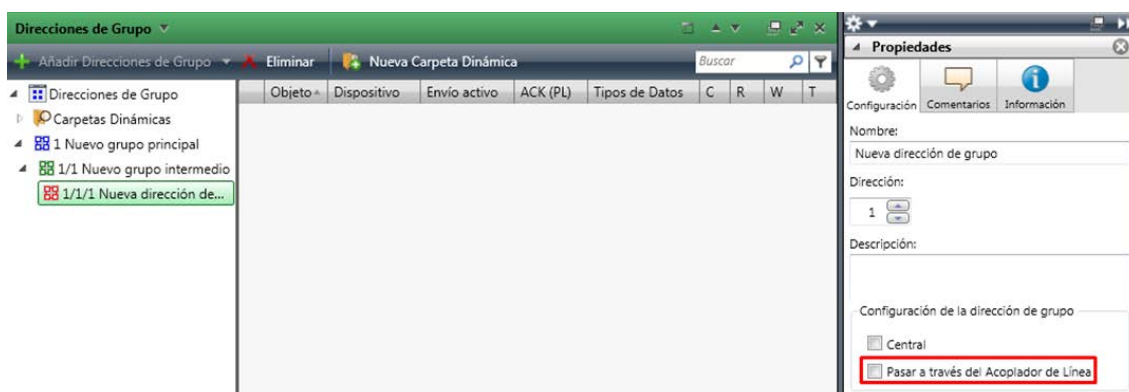

Figura 5 Opción de ETS para forzar el paso de direcciones de grupo.
**Ejemplo:** si se parametriza el acoplador de líneas para filtrar las direcciones de grupo en ambos sentidos, cuando reciba un telegrama desde la línea principal destinado a una dirección de grupo (por ejemplo, 2/5/13), comprobará que existe algún dispositivo en la línea secundaria con objetos que tengan asignada esa dirección de grupo (o que al menos se haya forzado desde ETS que esa dirección atravesase el acoplador de línea; ver Figura 5). En ese caso, el acoplador lo dejará pasar. En caso contrario, el telegrama no se enviará a la línea secundaria. El mismo razonamiento es válido para el caso inverso (telegramas originados en la línea secundaria).